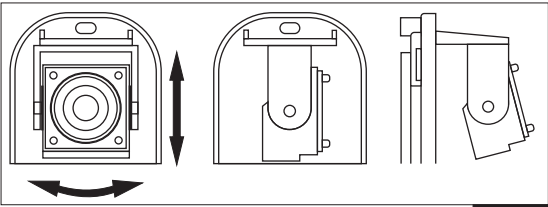

Figura 6
- Direcione a lente da unidade TX para a unidade RX através dos ajustes vertical e horizontal (Figura 6);
- Direcione a lente da unidade RX para a unidade TX através dos ajustes vertical e horizontal (Figura 6);